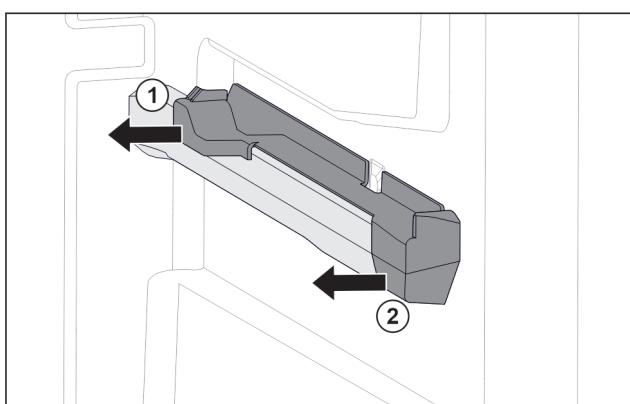

Fig. 75 Natični nastavek na desnemu nastavku za posodo
- Natični nastavek zadaj izvlecite vstran. Fig. 75 (1)
- Natični nastavek spredaj izvlecite vstran. Fig. 75 (2)